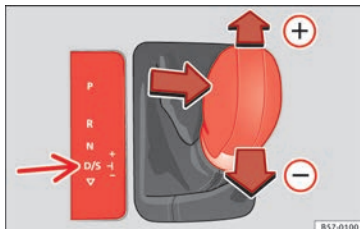

Abb. 179 Mittelkonsole: Schalten mit Tiptronic
- Ziehen Sie den Wählhebel nach vorn (+) um einen Gang hochzuschalten » Abb. 179.